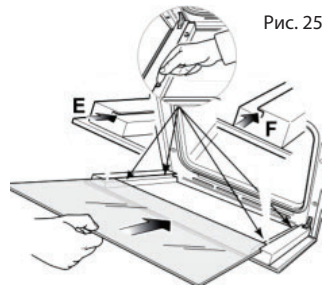
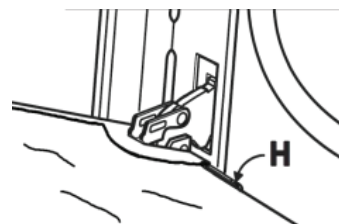

Рис. 25
Рис. 26
- При установке внутреннего стекла, убедитесь, что четыре резиновых крепления находятся на своих местах (Рисунок 25)
- Установите панель в левую и правую направляющую (Рисунок 25) и задвиньте стекло до держателей Н (Рисунок 26).